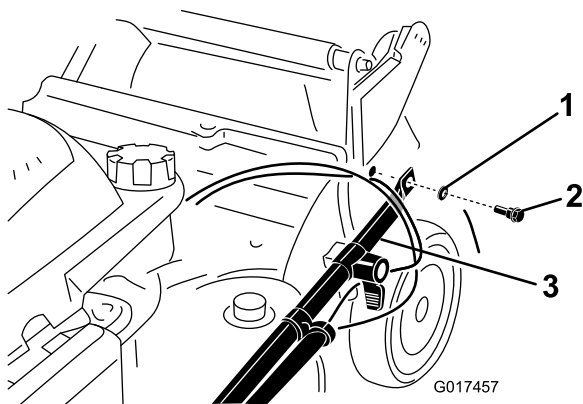

Figura 3
2. Fije los extremos del manillar al alojamiento de la máquina con 2 arandelas y 2 pernos de manillar (Figura 3), **pero no apriete los pernos del manillar.**
Importante: Coloque los cables en el exterior del manillar (Figura 3).